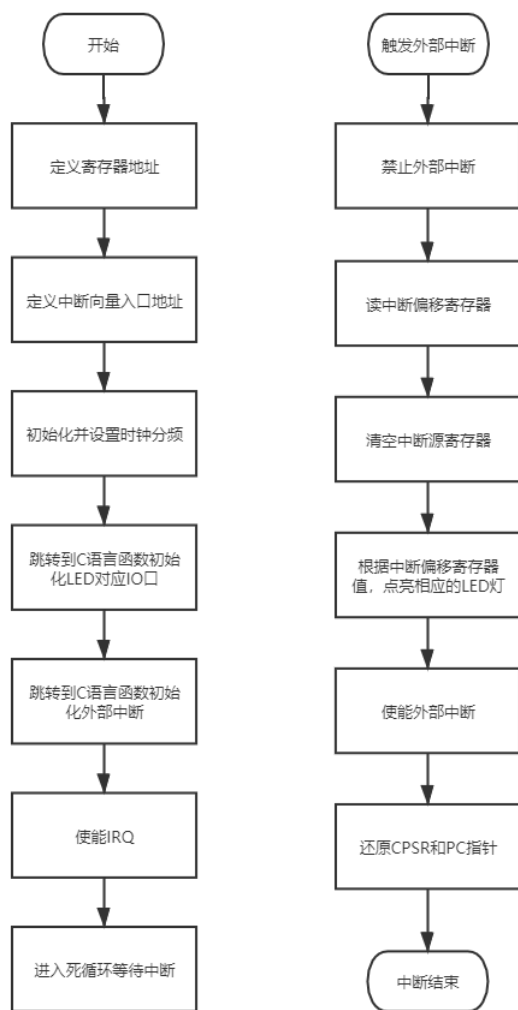

图 1.5 外部中断控制 LED 亮灭实程序框图
2.3 节实验中，利用外部中断控制 LED 亮灭实验程序框图如图 1.5 所示。